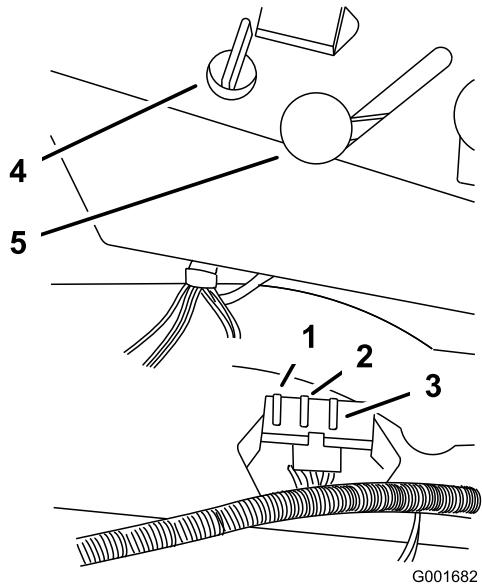

Figura 37
1. Levante el asiento para tener acceso al portafusibles (Figura 37).
3. Instale un fusible nuevo (Figura 37).